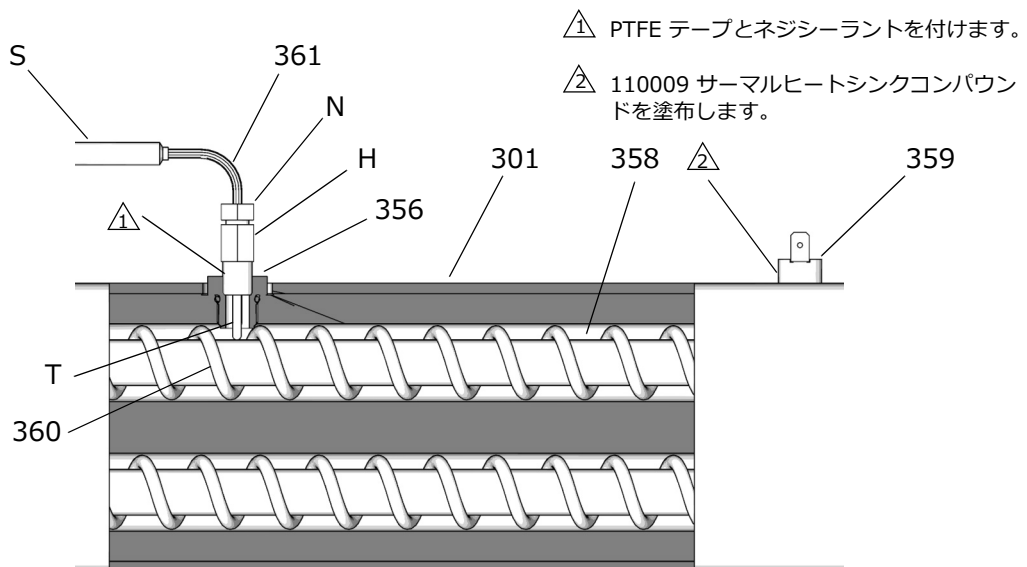

図 8: 熱電対
7. 図 8 を参照してください。フェールナット (N) を緩めます。熱電対 (361) をヒーターハウジング (351) から取り外し、次に熱電対ハウジング (H) を取り外します。必要がない限り電熱対アダプタ (356) は外さないで下さい。アダプタを外すことが必要な場合には、外すとき、ミキサー (360) が途中まで出ていることを確認してください。
8. 熱電対を置換、図 8 を参照してください。
- a. 熱電対チップ (T) から保護テープを外します。
- b. PTFE テープとネジシーラントを雄ネジに適用し、熱電対ハウジング (H) をアダプタ (356) に締め付けます。
- c. チップ (T) がヒーターエレメント (358) に接触するように、熱電対 (361) を押し込みます。
- d. 熱電対 (T) とヒータエレメントの位置を保ったまま、フェールナット (N) を締め付けた後、さらに 1/4 回転締めます。
9. 前と同様に、ワイヤ (S) をキャビネットに差し込み、束にして通します。基板に配線を再接続します。
11. ヒーター A および B を同時にオンにし、テストします。温度上昇は同じ速度になっている必要があります。1 つのヒーターの温度が低い場合は、フェールナット (N) を緩めて熱電対ハウジング (H) を締めることで、熱電対チップ (T) をエレメント (358) に確実に接触させます。